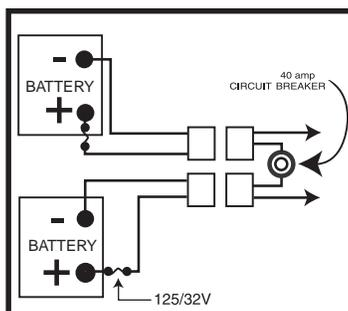

Figura 13A. Orientamento cavi batteria
7. Collegare il cavo rosso al terminale della batteria positivo (+). Vedere figura 13A.